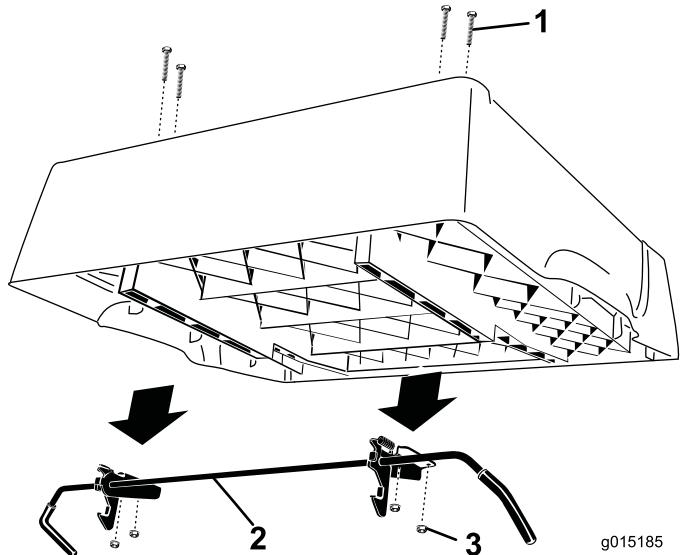

Figura 3
- Retire as 4 porcas flangeadas que prendem os suportes da barra do trinco ao lado inferior da caixa (Figura 3). Retire e guarde a barra e trincos. Deixe os parafusos de carroçaria nos furos e prenda-os à plataforma com as porcas flangeadas.